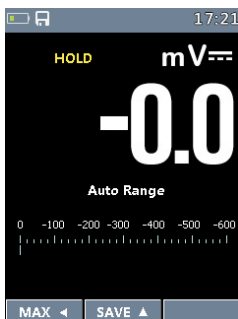
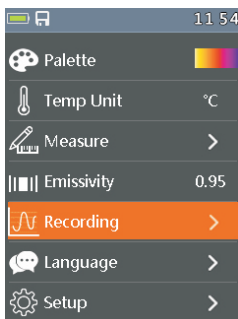
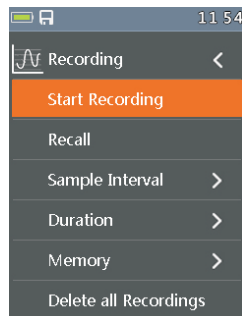

Рис. 130
Рис. 131
Рис. 132
• В режиме измерения на дисплее (рис.130) нажмите кнопку Menu (меню) для входа в основное меню прибора (рис.131). Нажмите кнопку ▲ или ▼, чтобы выбрать пункт Recording (запись). Нажмите кнопку ►, чтобы открыть меню записи (рис.132).